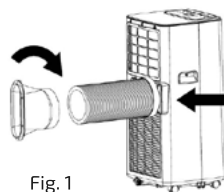

Fig. 1
- Zamontować zespół rury ciepłej (jak pokazano na rys. 1): wkręcić zespół rury ciepłej (koniec złącza wydechowego) do otworu wylotowego na tylnym panelu.